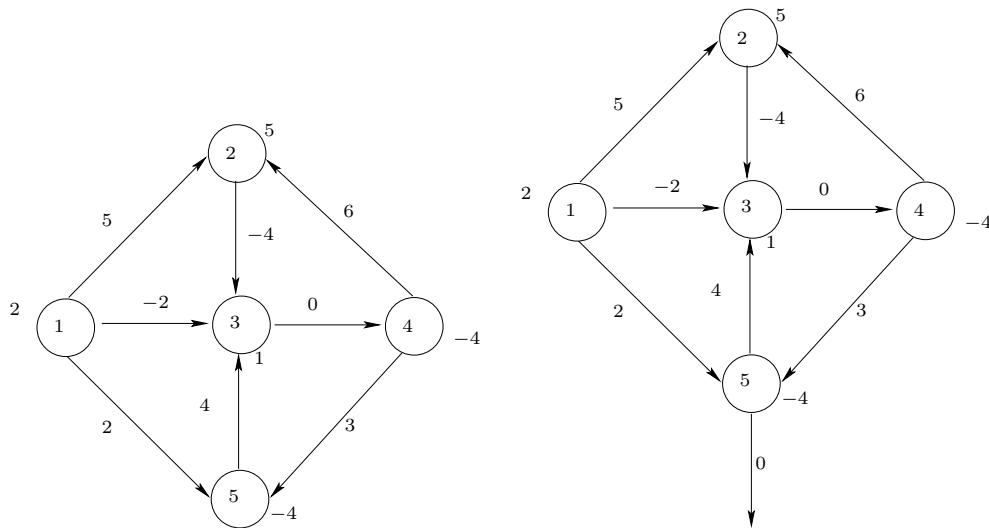

Figura 5.11: a) Grafo di partenza; b) aggiunta dell'arco radice (esercizio 5.27)
**Esercizio 5.27.** ★ Sia dato il problema  $P$  di flusso a costo minimo (senza vincoli di capacità sugli archi), definito sul grafo orientato  $G = (V, E)$  riportato in figura 5.11.a, dove a ogni nodo  $i \in V$  è associata la divergenza  $d_i$  e a ciascun arco  $(i, j) \in E$  è associato un costo unitario  $c_{ij}$ .
2. risolvere  $P$ , applicando il simplex su rete a partire dall'insieme degli indici di base  $\beta = \{(1, 5), (2, 3), (3, 4), (4, 5), (5)\}$ .
Applichiamo adesso il simplex su rete. Come prima cosa, aggiungiamo l'arco radice (“root arc” - uscente dal nodo 5 ed avente costo unitario  $c_5 = 0$ ), ottenendo così il grafo descritto in figura 5.11.b, caratterizzato da una matrice di incidenza a rango pieno (pari cioè al numero di nodi).